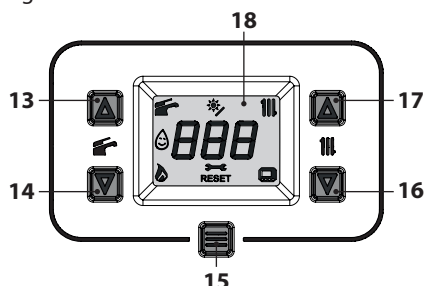

Figura 2.5
- Tenere premuto per 1 secondo il tasto 15 fino a far apparire sul display il simbolo  Figura 2.5.
La temperatura dell'acqua calda di mandata riscaldamento è regolabile agendo sui tasti 16 (diminuzione) e 17 (aumento) (Figura 2.5) da un minimo di circa 25°C ad un massimo di circa 80°C. Alla prima pressione di uno dei due tasti si ha la visualizzazione del valore di "set", alla seconda pressione si accede alla modifica.
Comunque se la temperatura ambiente non dovesse essere confortevole si può aumentare o diminuire la temperatura di mandata dell'impianto riscaldamento di $\pm 15^{\circ}\text{C}$ agendo sui tasti 16 (diminuzione) e 17 (aumento) (Figura 2.5).
La temperatura dell'acqua calda sanitaria è regolabile agendo sui tasti 13 (aumento) e 14 (diminuzione) (Figura 2.5) da un minimo di circa 35°C ad un massimo di circa 60°C . Alla prima pressione di uno dei due tasti si ha la visualizzazione del valore di "set", alla seconda pressione si accede alla modifica.